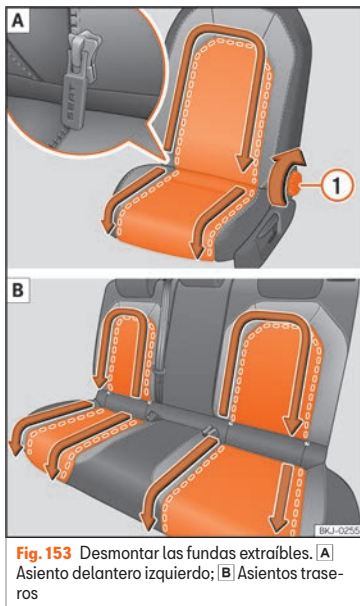

Fig. 153 Desmontar las fundas extraíbles. [A] Asiento delantero izquierdo; [B] Asientos traseros
- Incline el respaldo hacia atrás hasta que el tirador de la cremallera sea totalmente accesible » **fig. 153 ①**¹⁾.
- Deslice los tiradores de la cremallera en la dirección de las flechas » **fig. 153**. La funda intercambiable queda libre.
- Deslice los tiradores de la cremallera en dirección contraria a las flechas »» fig. 153.